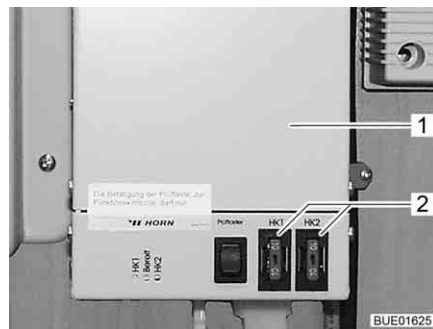

Fig. 115 Regulador de la calefacción para las tuberías de aguas residuales
Los fusibles se encuentran sobre el regulador (Fig. 115,1).
- Cambiar el fusible (Fig. 115,2).